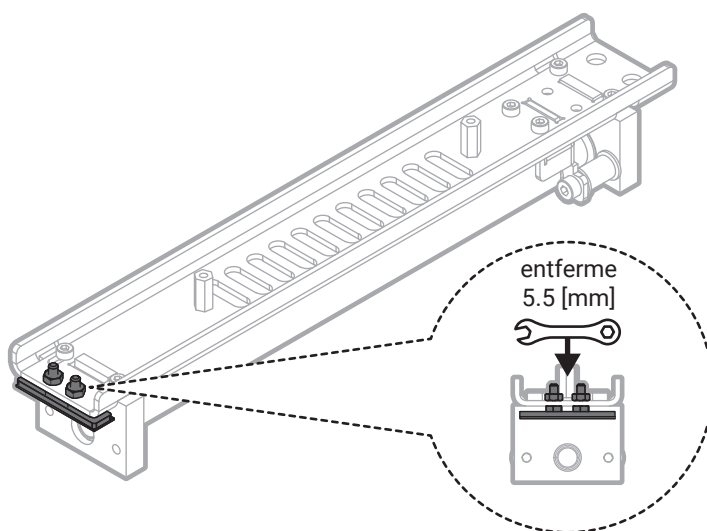

Abb. 6 Entfernen der linken Tribotape.
14. Indem Du den 5.5 mm Schraubenschlüssel verwendest, löse beide Schrauben der Tribotape an der linken Seite des Recoaters (Abb. 6).
15. Entferne die Tribotape (Abb. 6).